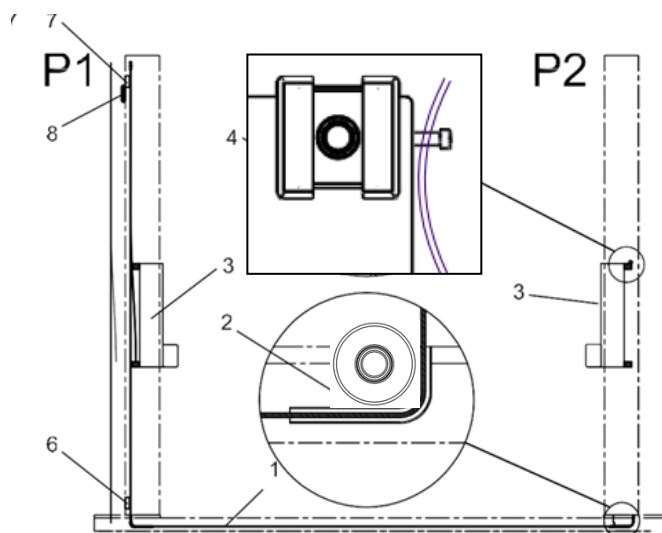

Figura 12
- 4) Passe a roda guia do cabo e o tubo guia através dos buracos e prenda-os nas faces de contato das duas placas das colunas P1 e P2 a aproximadamente 10 mm da borda usando as placas e parafusos adequados. É mostrado na figura 12.
- 1) Ligue a linha e verifique se o interruptor principal está na posição LIGADO (1).
- 2) Pressione o botão SUBIDA e, se o motor não funcionar, verifique se o mecanismo (1, Figura 15) está na posição correta. Se necessário, ajuste os trincos de bloqueio (5, Figura 12) para colocar o mecanismo em uma posição central.